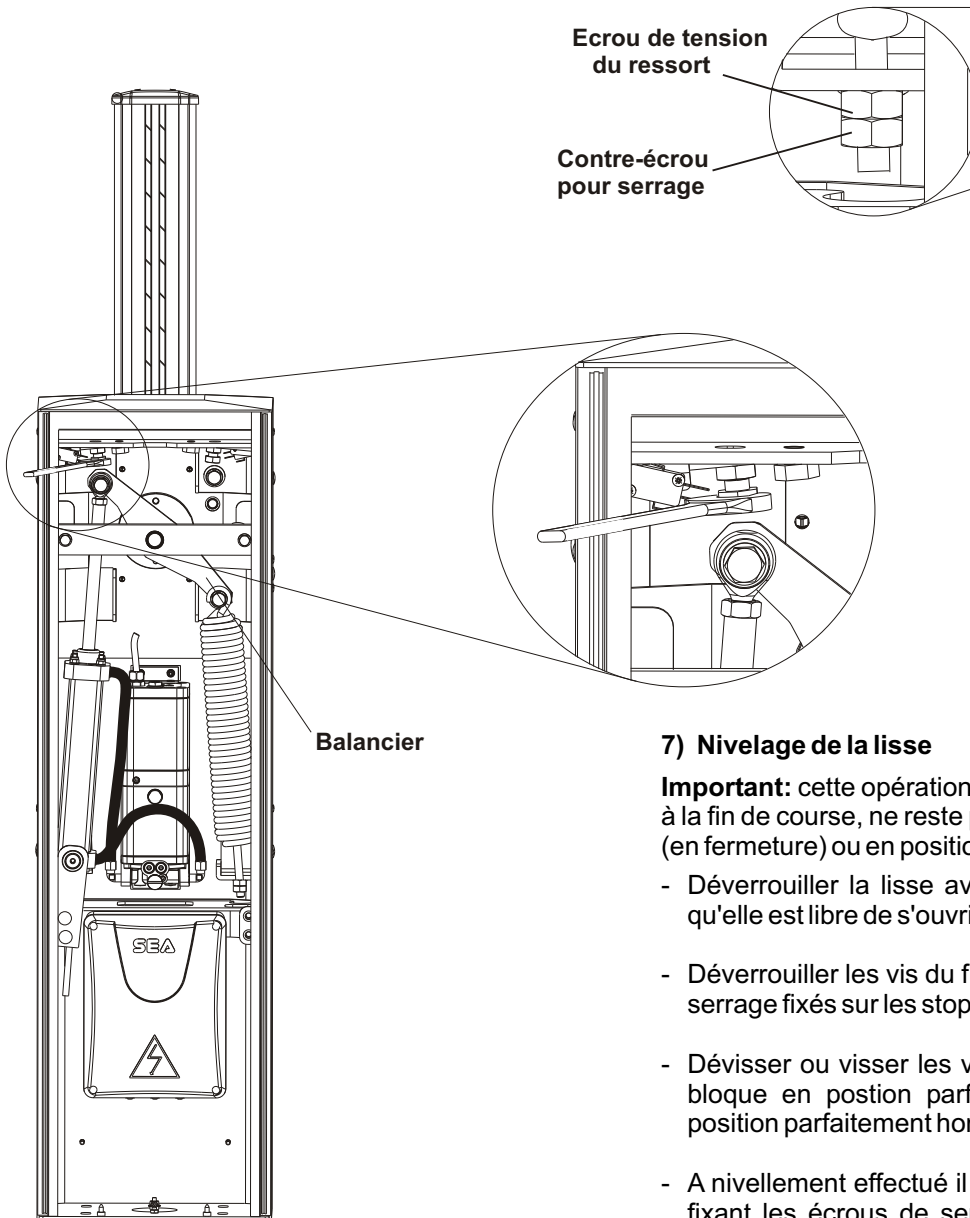

Fig.10
- Déverrouiller les vis du fin de course en dévissant les écrous de serrage fixés sur les stops mécaniques (Fig.10).
- Dévisser ou visser les vis de fin de course afin que la lisse se bloque en position parfaitement verticale en ouverture, et en position parfaitement horizontale en fermeture (Fig.10).